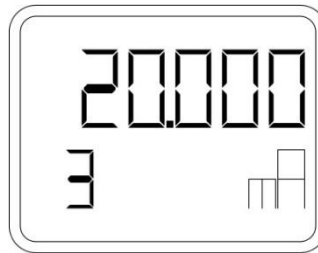

Рисунок 21 – Установка верхнего предела измерения при подаче опорного давления
- При помощи кнопок «↑» и «↓» установить верхнее значение на 20 мА (рисунок 21).